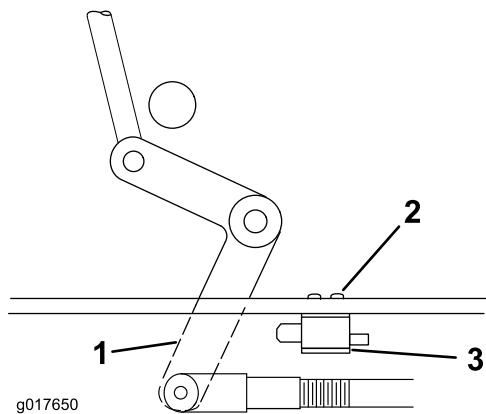

Figura 46
**Importante:** Asegúrese de que la palanca acodada no toca el cuerpo del interruptor, porque esto podría dañar el interruptor (Figura 46).
4. Si es necesario, ajuste el interruptor de seguridad de la TDF aflojando los pernos que sujetan el soporte del interruptor (Figura 46).